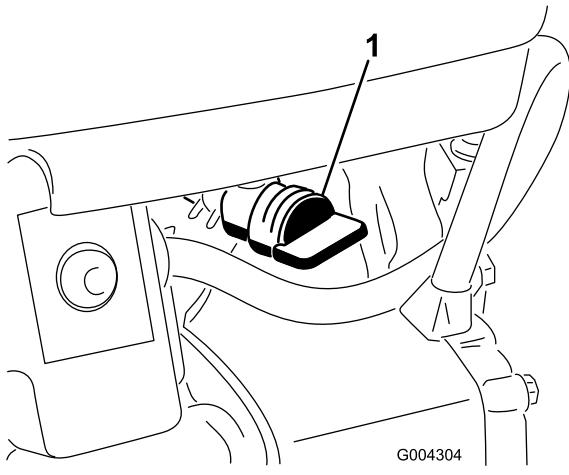

Figura 20
4. Aprite la valvola di intercettazione del carburante, sotto il serbatoio del carburante (Figura 20).
5. Chiudete la valvola di intercettazione del carburante (Figura 20).